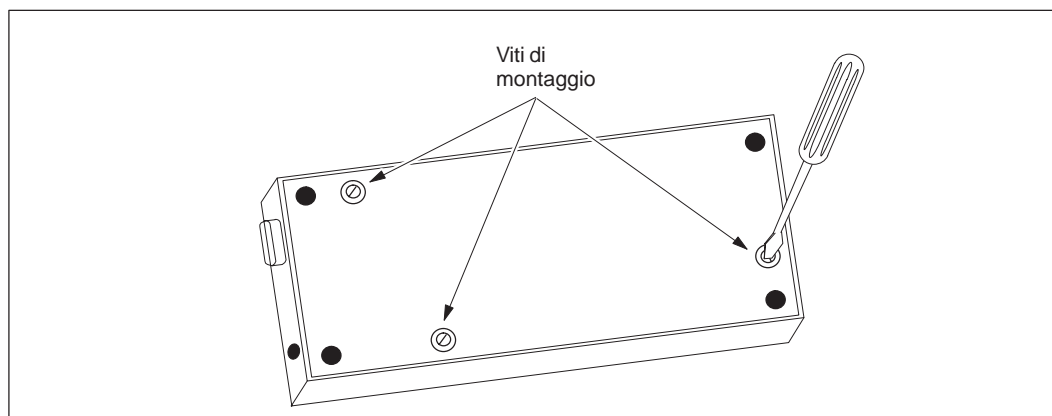

Figura 1-3 Estrazione delle tre viti di montaggio
1. Svitare le tre viti sul retro del TD 200 con un cacciavite a lama piatta. Vedere la figura 1-3.